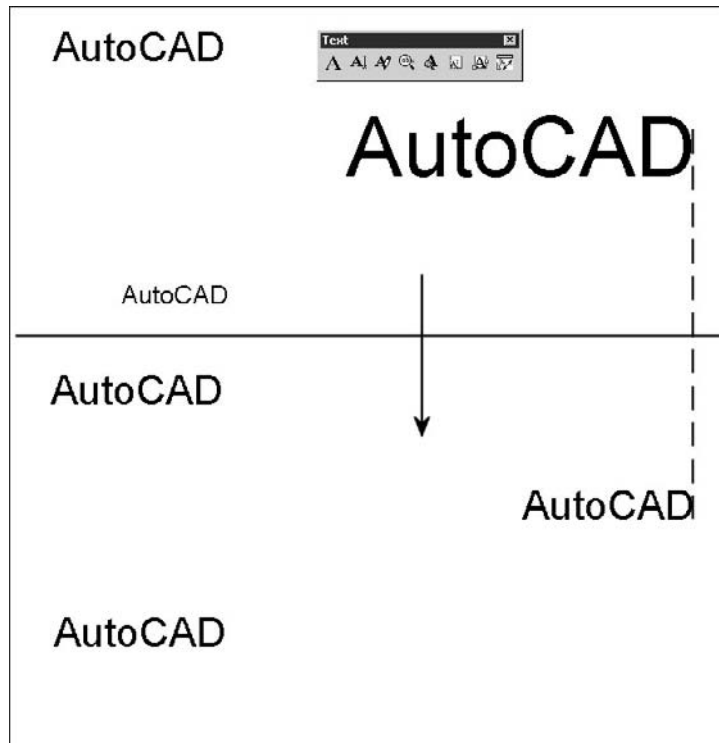

Fig.8.33
- 4 Donner une nouvelle hauteur pour les textes, effectuer une correspondance objet ou rentrer un facteur d'échelle (fig.8.33).